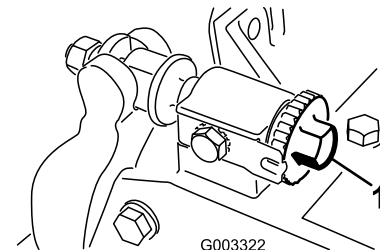

Figure 11
1. Placez le plateau de coupe sur une surface de travail plane et horizontale. Tournez les vis de réglage de la barre d'appui dans le sens antihoraire pour vérifier qu'elle ne touche pas le cylindre (Figure 11).
Important: Vérifiez que les écrous au bout des vis de réglage de la barre d'appui ne reposent pas sur la surface de travail (Figure 11).